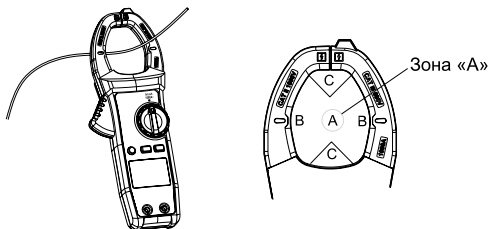

Рис. 3 Измерение переменного тока
- 1) Установите переключатель в режим измерения переменного тока и нажмите кнопку, раскрывающую клещи. Обхватите клещами проводник, который нужно измерить, затем медленно полностью закройте клещи. Убедитесь, что измеряемый проводник находится между зажимами по центру (см. рис. 3). Проводите измерения только на одном проводнике, измерение на двух и более проводниках приведет к некорректным результатам.
- Убедитесь, что измеряемый проводник находится в центре пространства между зажимами (как на Рис. 3 – зона А), в противном случае возможна дополнительная ошибка в показаниях до  $\pm 2,0\%$  (зоны В и С).